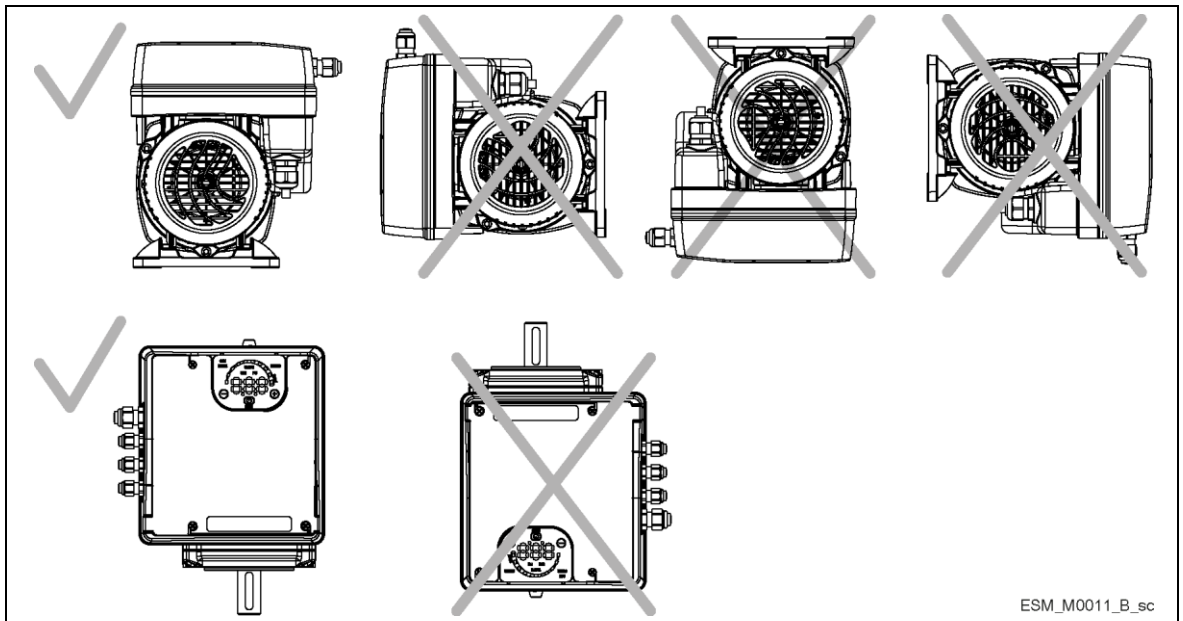

Рисунок 10: Допустимые положения
- Расположите агрегат, как показано на рис. 10.